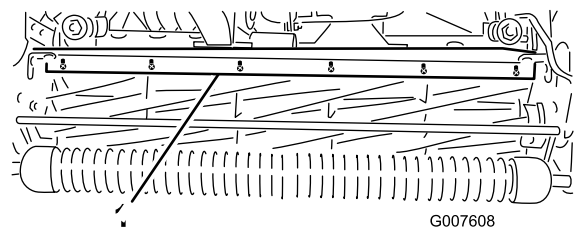

Bild 52
- Lockern Sie die Schrauben, mit denen die obere Leiste am Mähwerk befestigt ist (Bild 52).